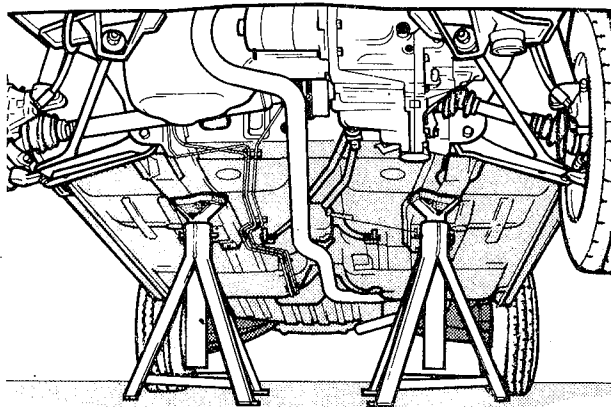

fig. 8
2. Levantar o veículo e, usando cavaletes com cabeça do tipo indicado no detalhe "c" da figura 3, apoiá-lo pelas longarinas ou pelo flange das soleiras, usando calços de proteção nas cabeças de apoio dos cavaletes (fig. 8)